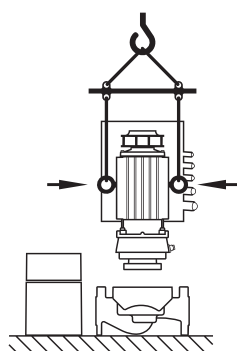

Fig. 24: Transportul ansamblului motor cu rotor hidraulic
- Dacă ochetele de transport sunt sau au fost mutate de pe flanșa motorului și au fost montate pe carcasa motorului, acestea sunt acceptate numai pentru purtarea sau transportul ansamblului motor cu rotor hidraulic (Fig. 24) însă nu și pentru transportul întregii pompei sau pentru extragerea ansamblului motor cu rotor hidraulic din carcasa pompei (fiți atenți la demontarea prealabilă și montarea ulterioară a distanțierelor).